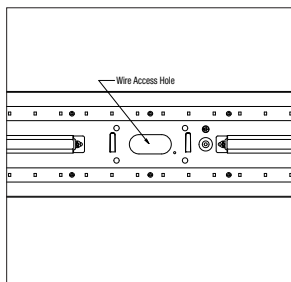

Fig. 5
6. Raccordez tous les fils du luminaire aux câbles d'alimentation : Blanc avec blanc, noir avec noir et jaune/vert avec le vert en utilisant les capuchons de connexion (Fig. 5).